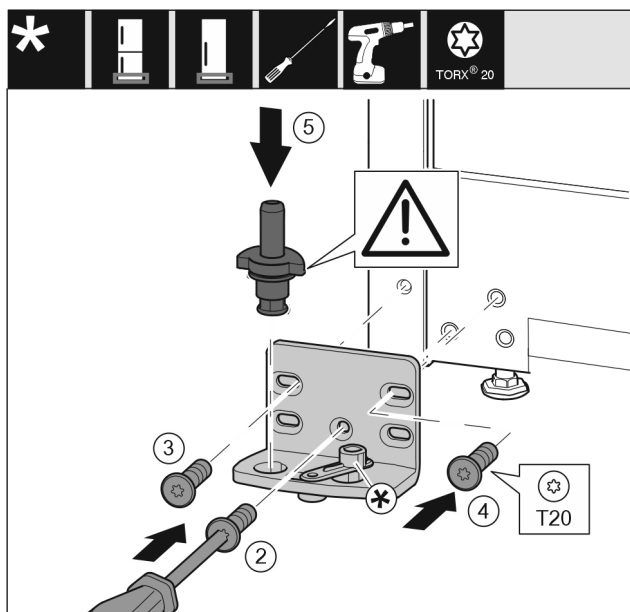

Fig. 14
- ▶ Applicare il blocco di supporto sull'altro lato e avvitare con un cacciavite T20. Iniziare dalla vite 2 in basso al centro. Fig. 14 (2)
- ▶ Serrare la vite 3 e 4. Fig. 14 (3,4)
- ▶ Inserire completamente il perno di supporto. Fare attenzione che la camma di arresto sia rivolta verso il lato posteriore. Fig. 14 (5)